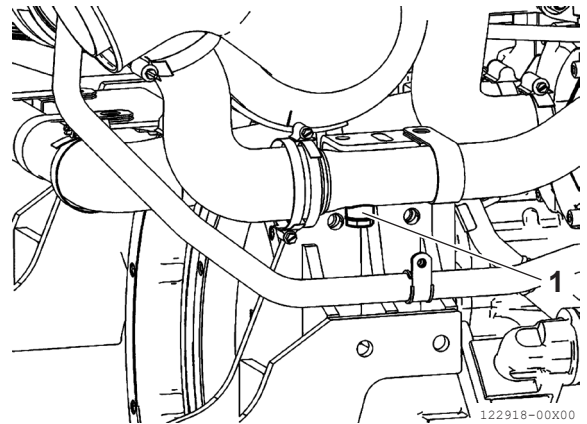

Bild 12
5. Ta bort pluggen (**bild 12, (1)**) och dra åt den till angivet moment under monteringen.